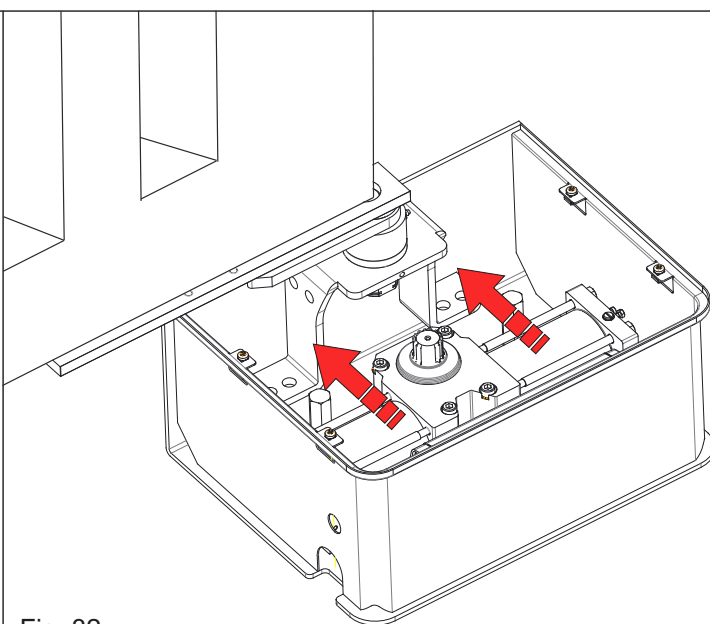

Fig. 32
8.2. Une fois l'opérateur placé dans le caisson portant, déplacez-le vers l'avant (Fig. 32) jusqu'à ce que la tige cannelé de l'opérateur soit en correspondance avec le trou de la tige du caisson